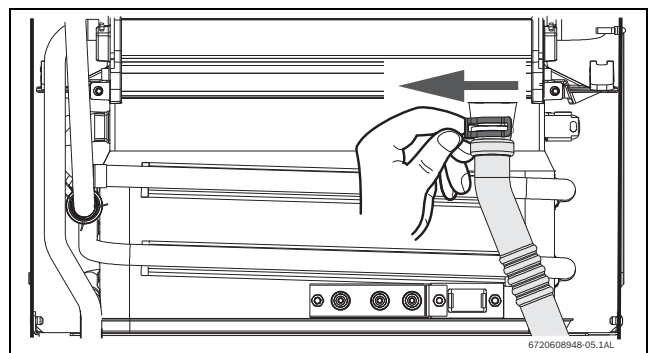

Рис. 33
- ▶ Зніміть хомут та від'єднайте дренажну трубку, див. Рис. 33.